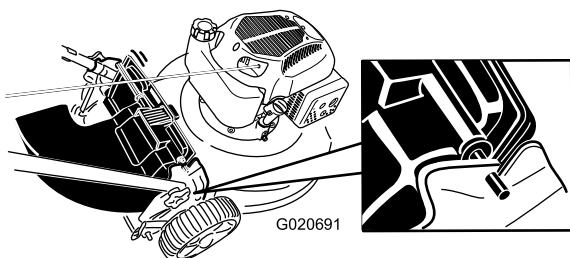

Рисунок 24
4. Вставьте стержень на отражателе выброса в прорези на газонокосилке (Рисунок 24).